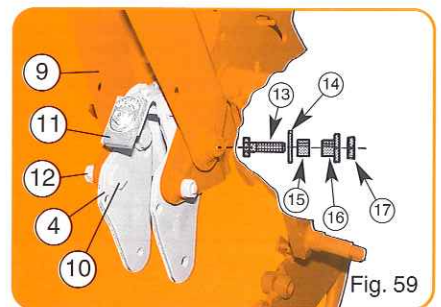

Fig. 59
- Présenter le cadre (4) sans la roue plombeuse, mettre en place les vis épaulées (10) et les écrous (12) (fig. 59).
- Position the frame (4) without the press wheel, and put the turned screws in place (10) and the nuts (12) (fig. 59).
- Presentar el marco (4) sin la rueda, colocar en su lugar los tornillos de apoyo (10) y las tuercas (12) (fig. 59).